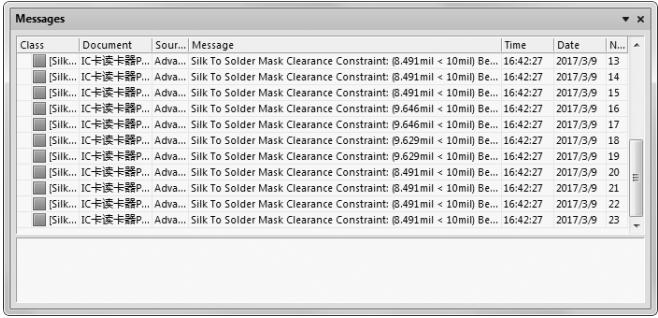

图 10-7 “Messages” 面板 1
- (1) 选择菜单栏中的“工具”→“设计规则检查”命令。
- (2) 系统弹出“设计规则检测”对话框，暂不进行规则启用和禁止的设置，直接使用系统的默认设置。单击“运行 DRC”按钮，运行批处理 DRC。
(3) 系统执行批处理 DRC，运行结果在“Messages”（信息）面板中显示出来，如图 10-7 所示。系统生成了 70 余项 DRC 警告，其中大部分是未布线警告，这是因为我们未在 DRC 运行之前禁止该规则的检查。这种 DRC 警告信息对我们并没有帮助，反而使“Messages”（信息）面板变得杂乱。